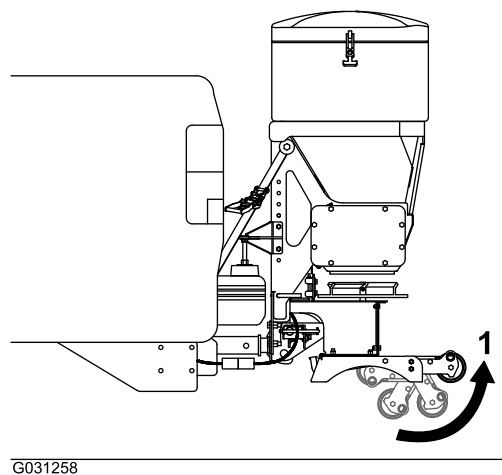

Figura 18
- Gire las ruedas del conjunto de la pata para sacarlas de debajo del esparcidor (Figura 18).